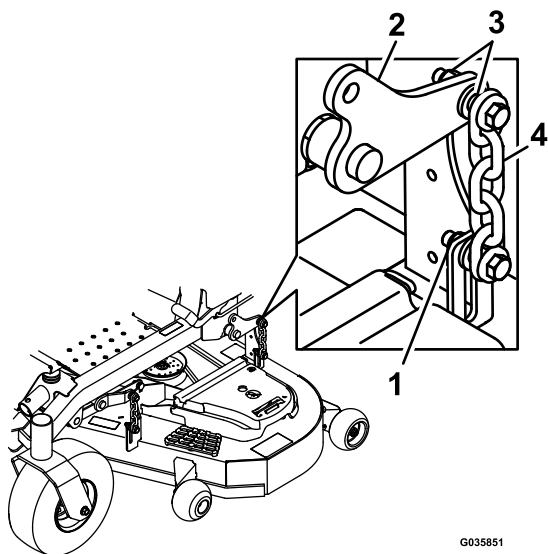

Figura 80
13. Allentate i controdadi (Figura 80) sui 4 spigoli e accertate che il piatto di taglio sia posizionato in sicurezza sui 4 blocchi.